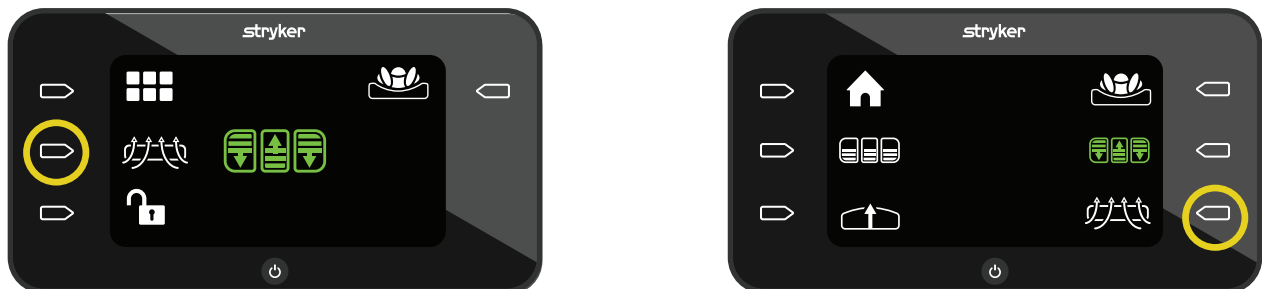

Figura 36 – LAL desligado
1. Para ligar o LAL, prima o botão de **Ação** perto do ícone de **LAL desligado** (Figura 36).